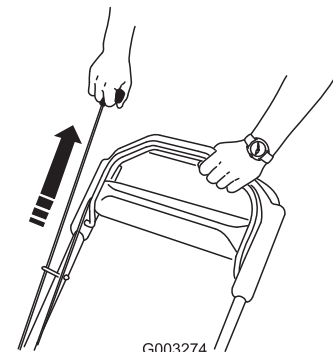

Bild 16
2. Ziehen Sie am Rücklaufstartergriff (Bild 16).